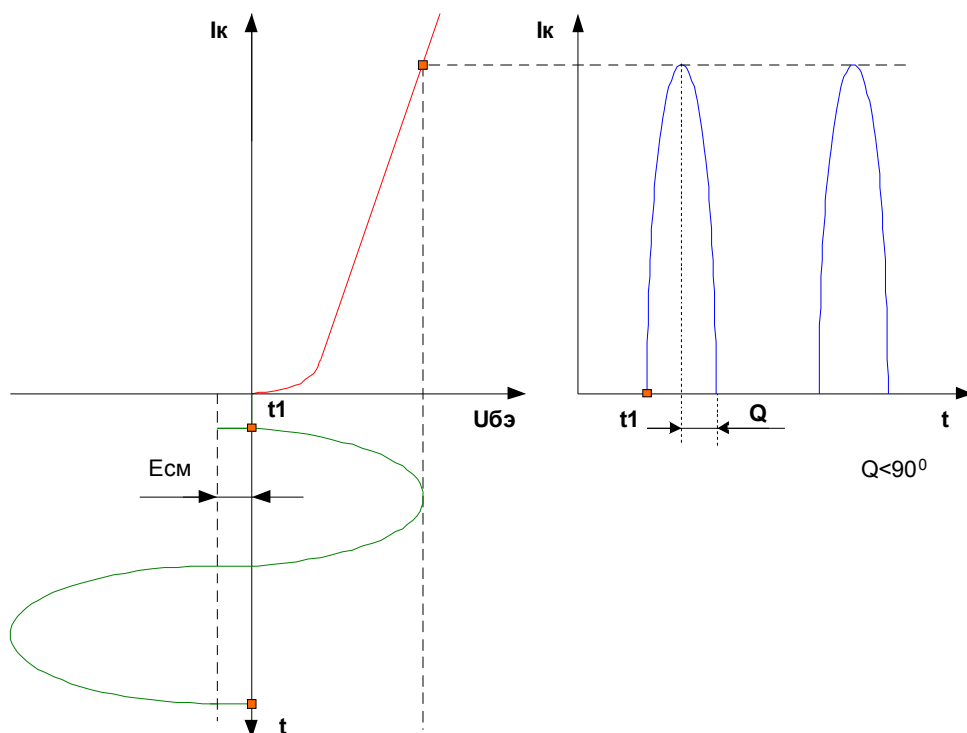

Рис. 239
5) Режим работы класса С. Это режим, при котором величина $E_{см}$ имеет отрицательное значение (смотрите рисунок 239).